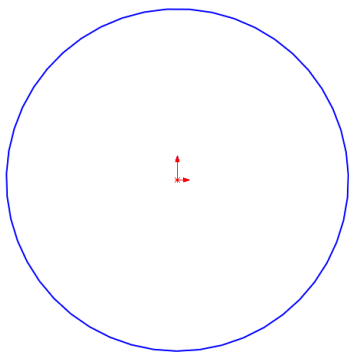

图 15-2 绘制圆对象
(1) 单击常用工具栏中的【新建】按钮, 新建一个空白模型文件, 更改绘图区背景颜色。
(2) 在【草图】选项卡中, 单击【草图绘制】按钮, 选取前视基准面为草图绘制基准面, 单击【圆】按钮, 绘制半径为 75 的圆对象, 如图 15-2 所示。